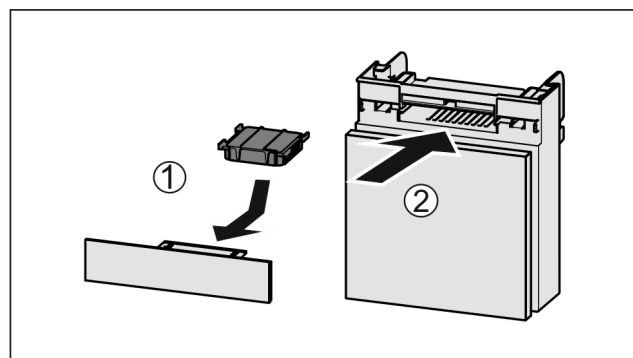

Fig. 188
- Insérer le filtre à charbon actif d'après le schéma Fig. 188 (1).
- Insérer le compartiment Fig. 188 (2).